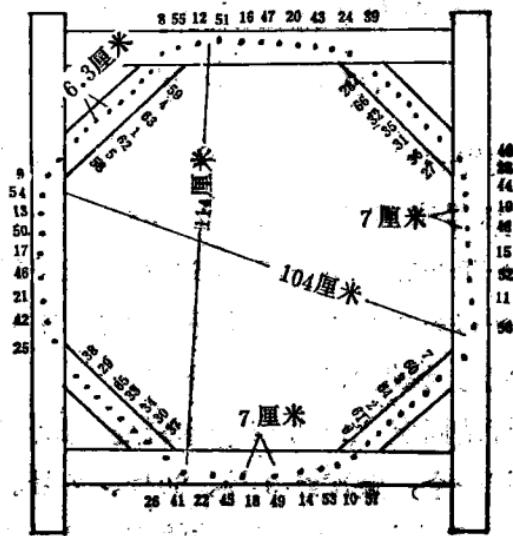

图 9 制网架
1. 大蚕网编制木架的准备 按图9规格用木料做成大蚕网架，并按图上注明的号数位置在蚕架木钉旁标写清楚。